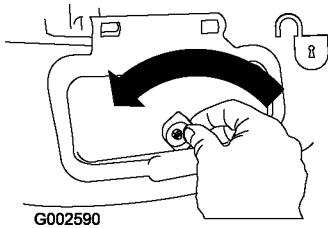

Рисунок 30
1. Откройте дверцу с разгрузочной стороны (Рисунок 30).